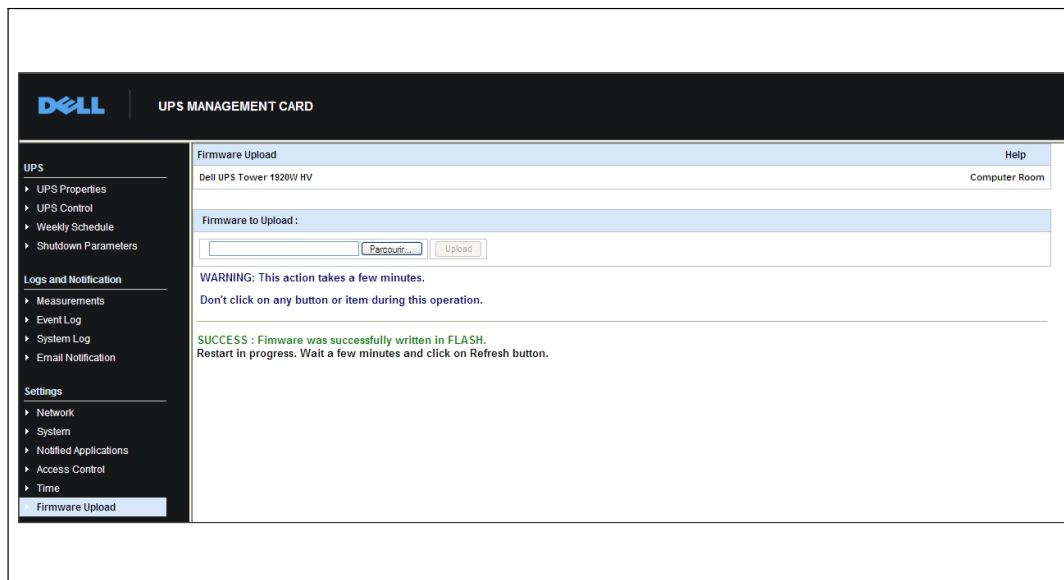

图 47. 固件上传确认
**注意：** 上载可能需要长达5 分钟。在卡显示固件成功上载的确认信息之前，不要中断操作（图 47）。